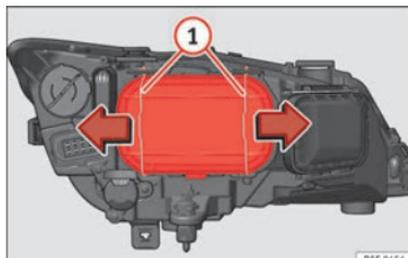

Fig. 102 Anabbagliante.
- Far scorrere i tiranti » fig. 102 ① nel senso della freccia e sfilare la chiusura.